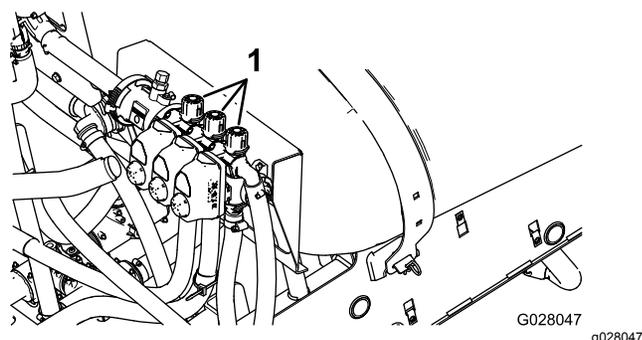

图29
13. 调节右喷洒臂段旁通旋钮图29直至压力读数达到先前的调节水平通常为 2.75bar或40 psi。
15. 调节右喷洒臂段旁通旋钮图29直至压力读数达到先前的调节水平通常为 2.75bar或40 psi。
11. 关闭左喷洒臂段并调节喷洒臂段旁通旋钮图29直至压力读数达到先前的调节水平通常为 2.75bar或40 psi。